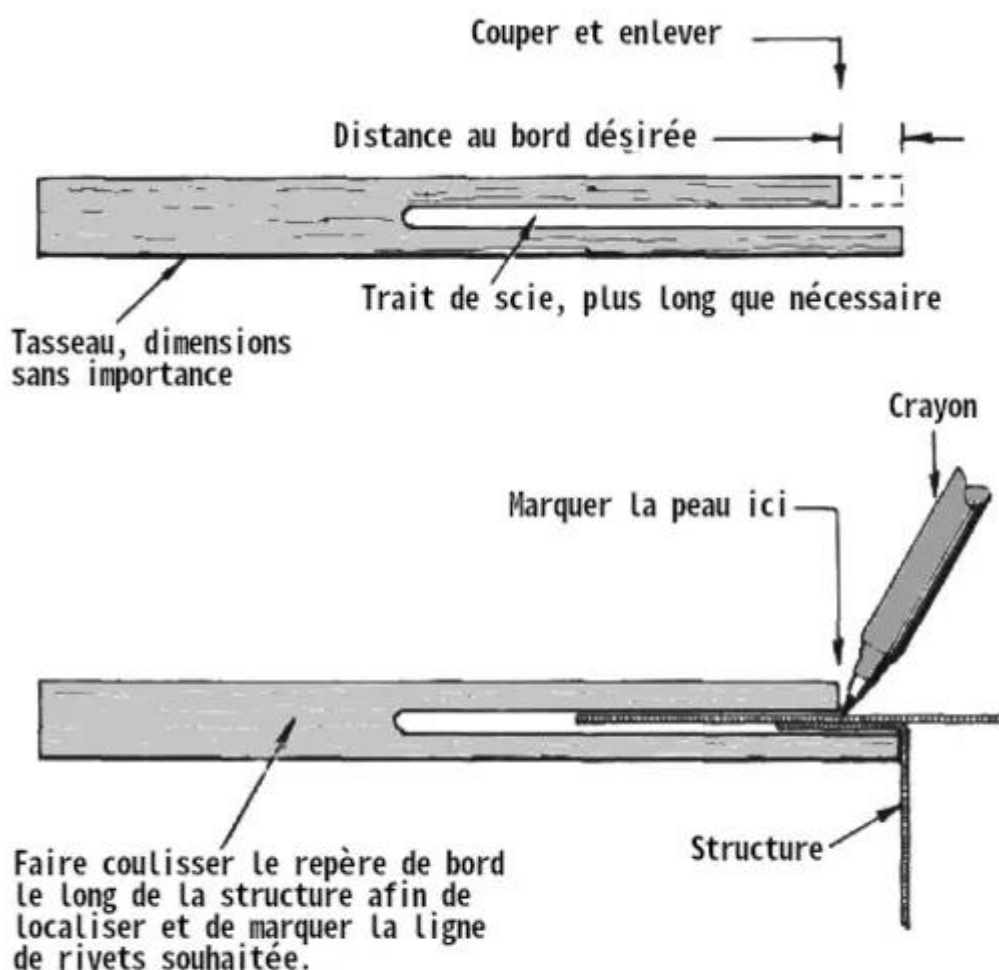

FIGURE 3
- La distance au bord typique pour la plupart des rivets du RV-6 est de 1/4" ou 5/16", mais comment pouvez-vous savoir où la ligne de rivets devrait être, depuis le dessus, lorsqu'il y a un grand débordement de métal ? C'est exact, mesurez-la. Cependant, puisque cela est assez difficile à faire avec précision, essayez d'utiliser l'outil fait maison illustré dans la Figure 3. Il devrait résoudre ce problème, et vous ne vous retrouverez pas à percer involontairement des trous si près du bord d'un rebord qu'un rivet ne pourra même pas être inséré... encore moins serti.